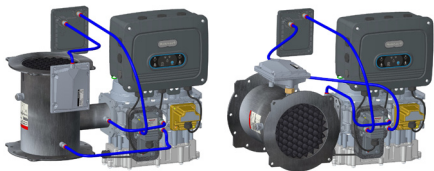
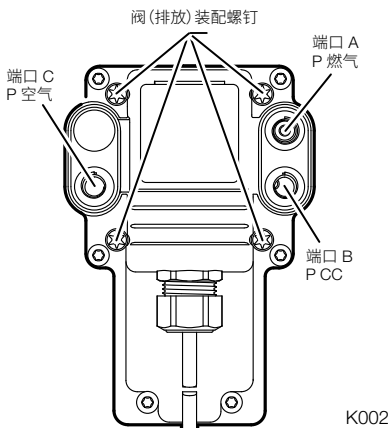

图 2. 预过滤器安装。
图 5. FARMOD 脉冲管线连接/安装。
2. 如图 5 所示，卸下原来的四 (4) 个 Torx 螺钉，然后从阀体上完全卸下燃空比模块。
2. 使用管道和配件 (作为单独的套件购买) 将预滤器“Out”端口连接到阀门 FARMOD 端口 C (空气)。参见图 2 和图 5。